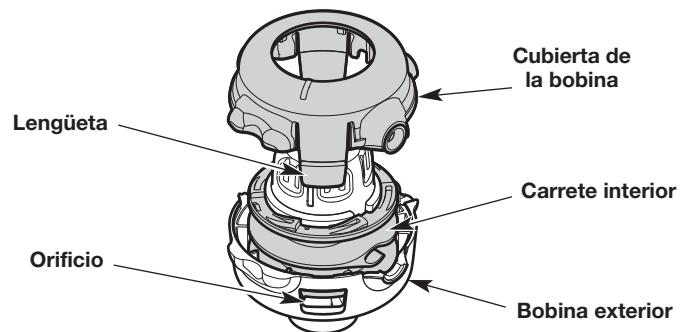

Fig. 27
- c. Suavemente incline el destornillador para desatrabar la lengüeta del orificio (Fig. 27).
- e. Retire la cubierta de la bobina (Fig. 27). **NO** intente extraer ninguna otra pieza del cabezal de corte.
- g. Utilice una tela limpia para limpiar el carrete interior, la bobina exterior y la cubierta de la bobina (Fig. 27).
- h. Se deben alinear las lengüetas de la cubierta de la bobina con los orificios de la bobina exterior (Fig. 27). Oprima la cubierta de la bobina sobre la bobina exterior hasta que las lengüetas entren a presión firmemente en los orificios.